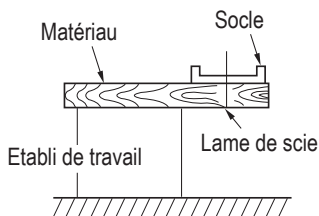

Fig. 17
5. Préparer un établi de travail en bois (Fig. 17)